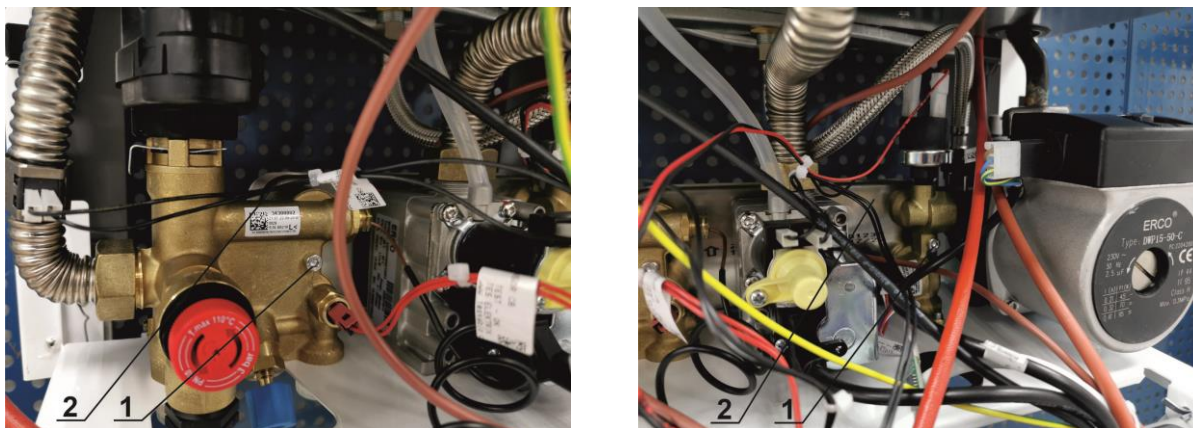

Рис. 19. Демонтаж вторичного теплообменника
- 4) отвернуть два винта 1 (см. Рис. 19) крепления теплообменника к узлам гидрогруппы;